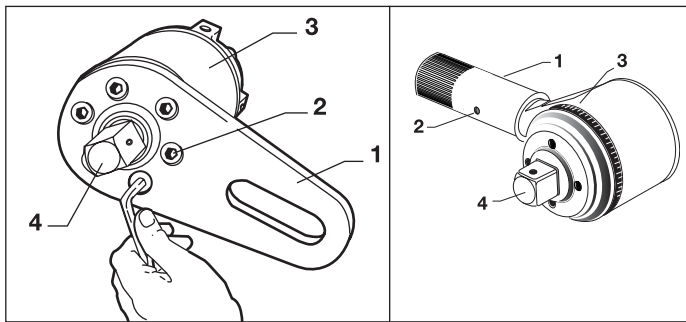

Fig. 1, Skifte reaksjonsplate
ADVARSEL: Ikke hold i momentforsterkerens reaksjonsstang eller reaksjonsplate (Fig. 1, Del 1) mens momentet settes på. Normal forsterkerbøyning kan skape et klemmepunkt.
ADVARSEL: Før HVER bruk bør du kontrollere skruene til reaksjonsplate/stang for å påse at de er stramme (Fig. 1, Del 2).
ADVARSEL: Før HVER bruk må du inspisere firkantdriver (Fig. 1, Del 4) for synlige tegn på slitasje eller sprekker. Skift ut ved behov.
En kontrollert utgangs firkantdrivtapp (Fig. 1, Del 4) beskytter indre komponenter i tilfelle maks utgangskapasitet skulle overskrides. Denne overlastbeskyttelsen får drivtappen til å splintre når utgangskraften overskrider fra 103% til 110% av spesifisert utgangskapasitet. En reservedrivtapp er inkludert med momentforsterkeren (E391, E392, E393, E492, E493, E494, E495). (Bestill ekstra reservedeler fra din Enerpac-forhandler.)
3. Monter korrekt størrelse hull firkantdrivtapphylse på momentforsterkerens utgangsfirkantdrivtapp (Fig. 1, Del 4). Plasser hylsen og momentforsterkeren på festelementet som skal trekkes til.